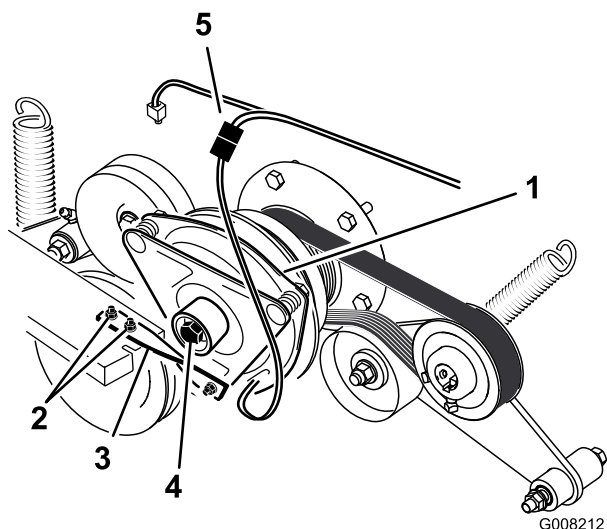

Bild 55
6. Schließen Sie den elektrischen Anschluss für die Kupplung ab (Bild 55).
7. Nehmen Sie die zwei Schrauben ab, mit denen der Gummikupplungsriemen am Mähwerkrahmen befestigt ist (Bild 55).
8. Nehmen Sie die mittlere Schraube ab, mit denen die Kupplung an der Motorwelle befestigt ist, und entfernen Sie die Kupplung und den Schlüssel (Bild 55).
15. Halten Sie die Kurbelwelle an das Heck der Maschine und setzen Sie die mittlere Schraube ein. Ziehen Sie sie mit 68 Nm an (Bild 55).
16. Befestigen Sie den Gummikupplungsriemen mit den zwei vorher entfernten Schrauben und Muttern am Mähwerkrahmen (Bild 55).
18. Stecken Sie den elektrischen Anschluss für die Kupplung ein (Bild 55).